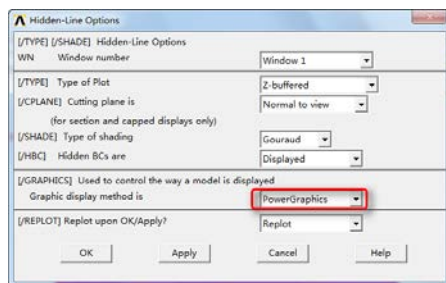

图 4-51 打开“PowerGraphics”选项
(1) 壳执行 /NORMAL 命令 (GUI: Utility Menu > PlotCtrls > Style > Shell Normals)，接着再执行 “EPLOT” 命令 (GUI: Utility Menu > Plot > Elements)，该方法可以对壳单元的正法线方向进行一次快速的图形检查。
(2) 利用命令 “/GRAPHICS, POWER” (GUI: Utility Menu > PlotCtrls > Style > Hidden-Line Options，如图 4-51 所示) 打开 “PowerGraphics” 的选项 (通常该选项是默认打开底)， “PowerGraphics” 将用不同颜色来显示壳单元的底面和顶面。
(3) 用假定正确底表面载荷加到模型上，然后在执行 “EPLOT” 命令之前先打开显示表面载荷符号的选项 [/PSF,Item,Comp,2] (相应 GUI: Utility Menu > PlotCtrls > Symbols)